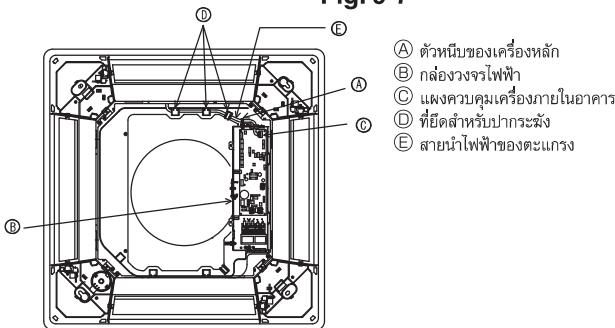

Fig. 9-8
- เมื่อขันแน่นสกรูพร้อมมองเห็น ② ให้ขันโดยใช้แรงบิด 4.8 N·m หรือน้อยกว่า ห้ามใช้ไขควงลม
9.3.4. การเรื่อมต่อสายไฟ (Fig. 9-8)